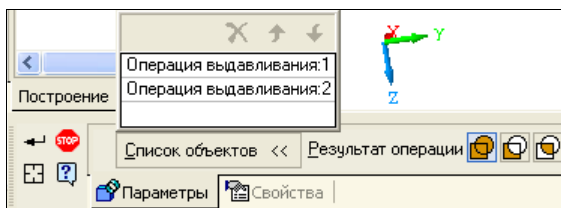

Рис. 28.5. Панель свойств: Булева операция
- ◆ укажите в Дереве модели проведенные операции выдавливания: **Операция выдавливания:2** и **Операция выдавливания:1**. Указанные тела подсвечиваются в окне модели и на Панели свойств: Булева операция (рис. 28.5). На вкладке **Параметры** в окне **Список объектов** будут вставлены указанные тела. В группе переключателей **Результат операции** задайте **Объединение**;